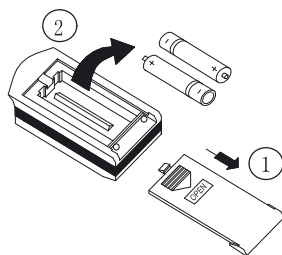

Fig.1
- 1 Pulse ligeramente la zona de la tapa trasera del mando a distancia donde se sitúa el icono  en la dirección de la flecha (ver Imagen 1).